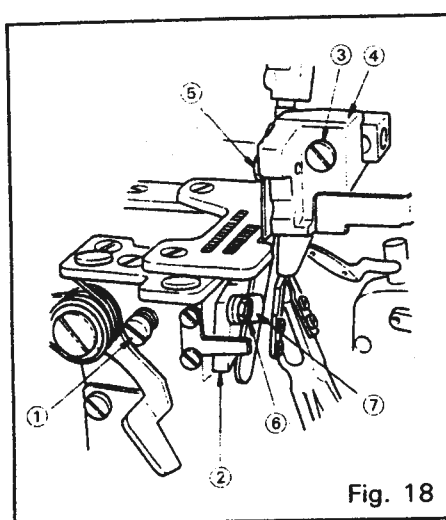
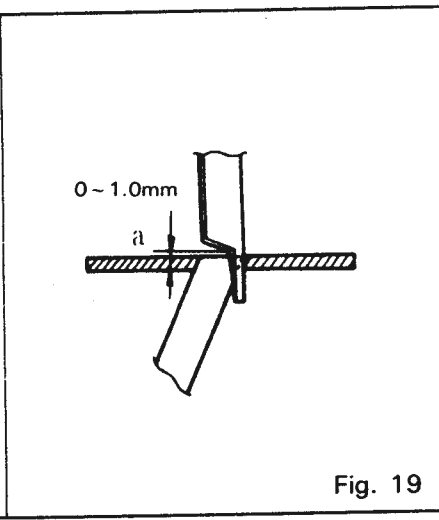

Fig. 18
Fig. 19
- (1) Gire la polea hasta que la cuchilla móvil quede en el punto muerto inferior.
- (2) Afloje el tornillo ① de fijación, jale el soporte de la cuchilla fija ② hacia la izquierda hasta que haga tope y luego tense temporalmente el tornillo ① de fijación.
- (3) Afloje el tornillo ③ de fijación y coloque el soporte ④ de la cuchilla móvil al ancho deseado para la sobreorillá moviéndola hacia la izquierda o derecha. Tense el tornillo ③ de fijación.
- (4) Gire la polea hasta que el punto (a) de la cuchilla móvil quede a 0 - 1,0 mm. por encima de la superficie superior de la placa de garganta como se muestra en la Fig. 19 y luego afloje el tornillo de fijación ①.
- (5) Asegúrese de que la cuchilla móvil esté en contacto estrecho con la cuchilla fija a través de la tensión del resorte. Luego ajuste el tornillo de fijación ①.
- (6) Inspeccione el filo de las cuchillas. Esto puede ser efectuado colocando un hilo entre la cuchilla móvil y la fija y cortándolo al girar la polea.
- (1) Ruotare la manopola sino a portare il coltello mobile in corrispondenza del punto morto inferiore.
- (2) Allentare la vite di bloccaggio ①, spingere fino in fondo verso sinistra il sostegno ② del controcoltello, e rivvitare poi temporaneamente la vite di bloccaggio ①.
- (3) Allentare la vite di bloccaggio ③ e posizionare il sostegno ④ del coltello mobile al valore desiderato di insenatura del margine superiore, spostandolo verso sinistra o verso destra. Riavvitare poi la vite di bloccaggio ③.
- (4) Ruotare la manopola sino a quando il punto (a) del coltello mobile viene a trovarsi a circa 0-1,0 mm al disopra della superficie superiore della piastra di livello, come indicato nella fig. 19, ed allentare poi la vite di bloccaggio ①.
- (5) Verificare che la pressione della molla tenga il coltello mobile ben strettamente a contatto del controcoltello, ed avvitarlo poi la vite di bloccaggio ①.
- (6) Controllare il filo di taglio delle lame dei coltelli. Per effettuare questo controllo, porre un filo fra il coltello mobile ed il controcoltello, e procedere al taglio del filo stesso ruotando la manopola.
- (1) Gire a polia até que a faca móvel se posicione em seu ponto morto mais baixo.
- (2) Afrouxe o parafuso de ajuste ①, empurre o detentor ② da faca fixa totalmente para a esquerda e aperte o parafuso de ajuste ① provisoriamente.
- (3) Afrouxe o parafuso de ajuste ③ e ajuste o detentor ④ da faca móvel para a largura de ziguenzague da sobrecostura desejada movendo o sujeitador para a esquerda ou direita. Aperte o parafuso de ajuste ③.
- (4) Gire a polia até que o ponto (a) da faca móvel fique 0-1,0 mm acima da superfície superior da placa de garganta como mostrado na Fig. 19, e depois afrouxe o parafuso de ajuste ①.
- (5) Certifique-se de que a faca móvel fique em contacto minucioso com a faca fixa pela pressão da mola, e depois aperte o parafuso de ajuste ①.
- (6) Verifique a agudeza das lâminas das facas. Esta verificação pode ser feita colocando-se um fio entre a faca móvel e a faca fixa e girando a polia para cortar o fio de verdade.
Bewegliches Messer auswechseln (Fig. 18, Fig. 19 und Fig. 20)